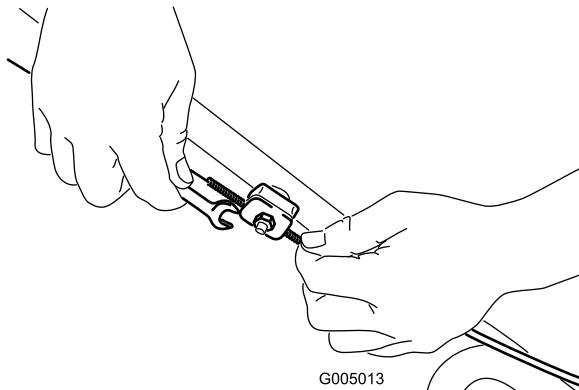

Figura 28
- Afloje la tuerca del soporte del cable (Figura 28).